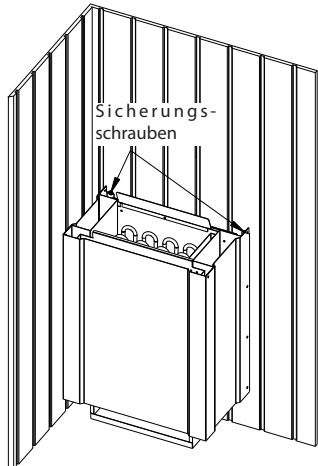
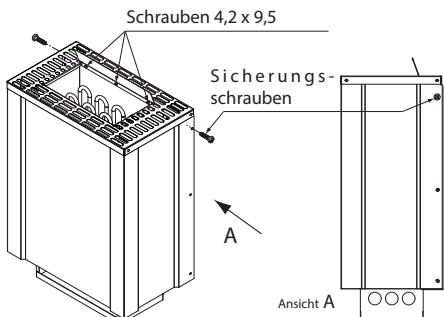

Abb.6
Abb. 7
2. 7. Das Saunaheizgerät mit 2 Schrauben durch die am hinteren Ofenrand befindliche Bohrung an der Wand (Abb. 6) oder seitlich, wie in Abb. 7 gezeigt sichern.
1. 8. Das beiliegende Strahlblech, wie in Abb. 6 gezeigt mit 3 Schrauben 4,2 x 9,5 und die bei den Sicherungsschrauben festschrauben.